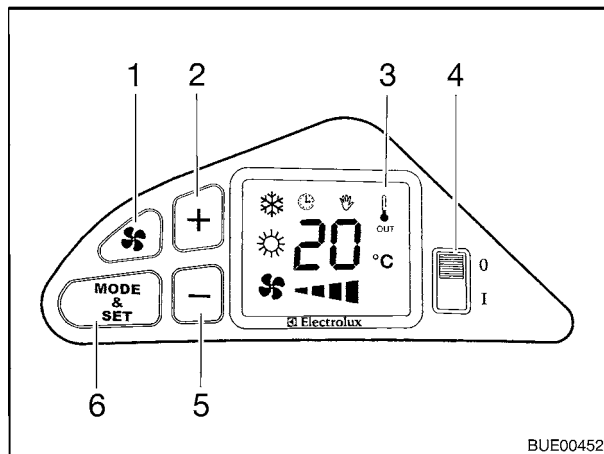

Bild 127 Bedienelemente
- Den Netzschalter (Bild 127,4) auf "I" schalten. Die eingestellte Temperatur wird angezeigt.
- Mit den Tasten "+" (Bild 127,2) und "-" (Bild 127,5) die gewünschte Temperatur einstellen.
- Den Netzschalter (Bild 127,4) auf "I" schalten.
- Die Taste "🌀" (Bild 127,1) drücken.
- Mit den Tasten "+" (Bild 127,2) und "-" (Bild 127,5) die gewünschte Lüftergeschwindigkeit einstellen.
- Die Taste "MODE & SET" (Bild 127,6) drücken, bis das Kühlsymbol im Display (Bild 127,3) sichtbar ist.
- Die Taste "MODE & SET" (Bild 127,6) drücken, bis das Heizsymbol im Display (Bild 127,3) sichtbar ist.
- Den Netzschalter (Bild 127,4) auf "0" schalten.